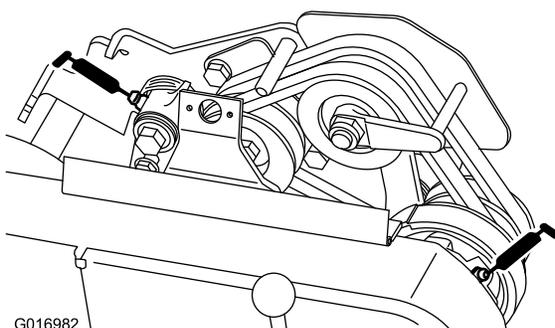

Рисунок 24
- 2 на шарнирах натяжного шкива ремня (Рисунок 24).